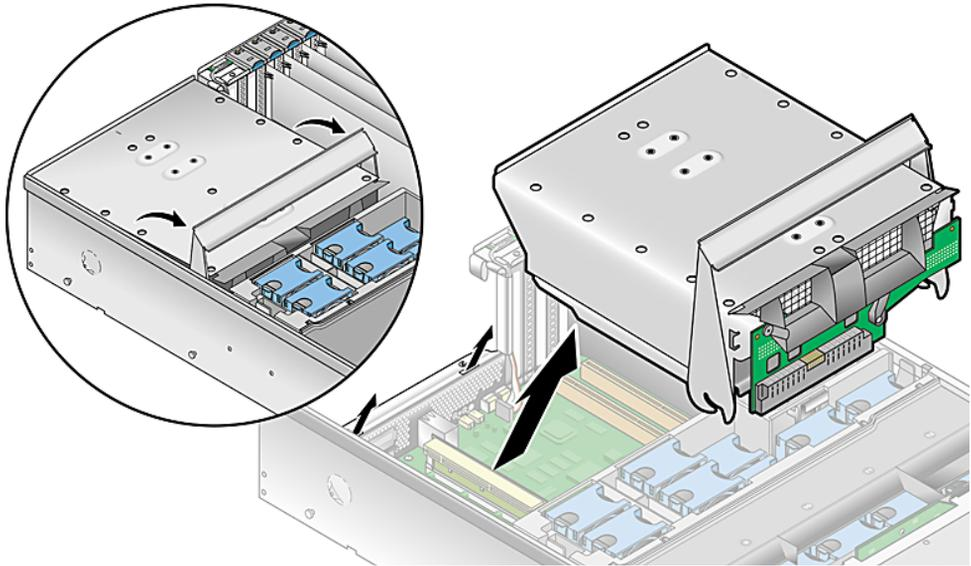

FIGURE 4-25 Retrait de l'ensemble panier à alimentations
- a. Rabattez la poignée métallique sur le dessus que les cames articulées soulèvent le panier et le déconnectent de la carte mère (voir FIGURE 4-25).